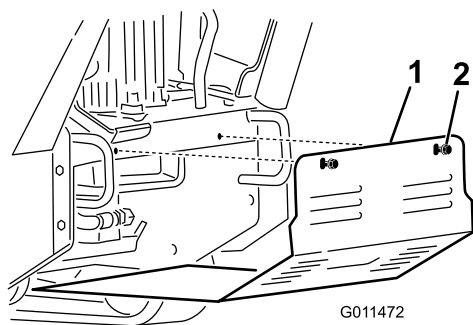

Figura 24
3. Allentate uno dopo l'altro i 2 bulloni che fissano lo schermo inferiore, fino a liberare completamente lo schermo (Figura 24).
5. Per montare lo schermo di protezione prima di mettere in funzione la macchina, fatelo scorrere nella macchina in modo che poggi su tutte e 4 le alette e fissatelo con i 2 bulloni che avete precedentemente allentato (Figura 24).